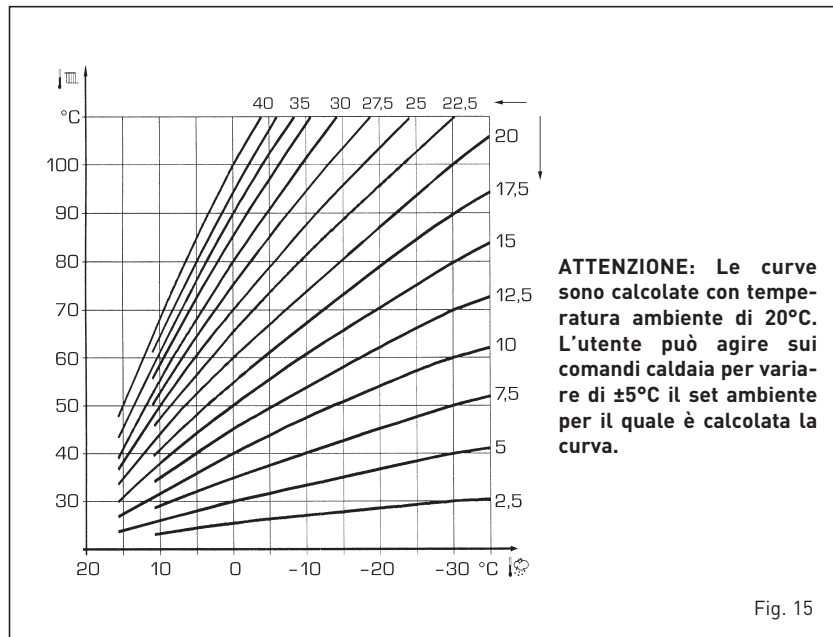

Fig. 15
3.4 SONDA ESTERNA COLLEGATA (fig. 15)
La curva climatica da impostare è selezionabile da un valore 3 e 40 (a step di 1). Aumentando la pendenza rappresentata dalle curve di fig. 15 si incrementa la temperatura di mandata impianto in corrispondenza alla temperatura esterna.